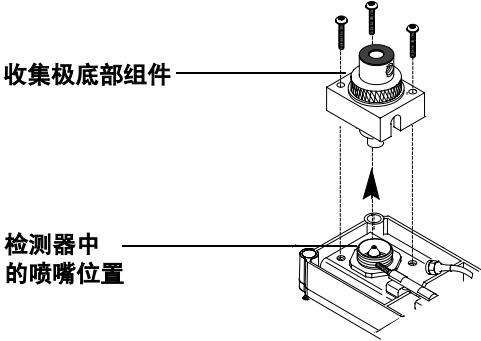

图 82 拆卸收集极
- 2 如果检测器是热的，请戴上手套。拆卸三个固定检测器底座组件的螺丝钉。抬起该组件。绝缘体可以留在收集极的底部（图 82）。